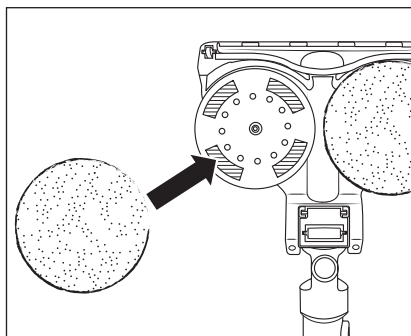

Fig. 17
- ◆ Pour fixer une serpillière ❹ sur l'embout serpillière ❸, placez-la au centre de l'un des deux plateaux tournants situés sous l'embout serpillière ❸ (voir fig. 17). Appuyez ensuite sur les bandes auto-agrippantes du plateau tournant.